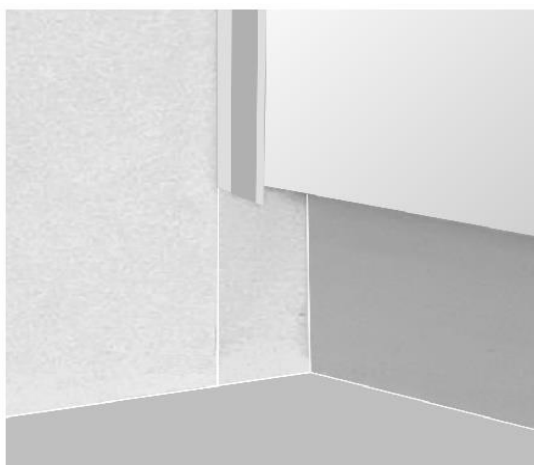

figura 2 / incollaggio dell'elemento supplementare
- Tagliare a misura il raccordo e incollare con abbondante StoSeal F 100. Vedere figura 2.